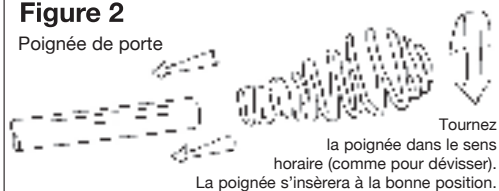

Figure 3
5. La hauteur minimale de votre cheminée devrait être 5 mètres du plancher (figure 3).